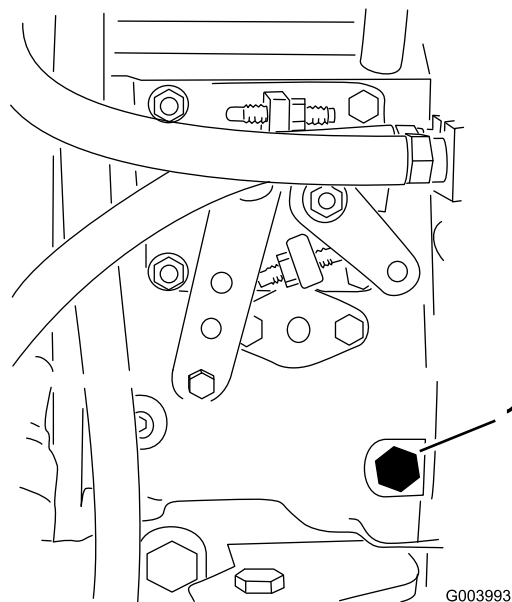

図 36
3. 燃料噴射ポンプ 図 36 についているエア抜きネジを、12mm のレンチを使って開く。